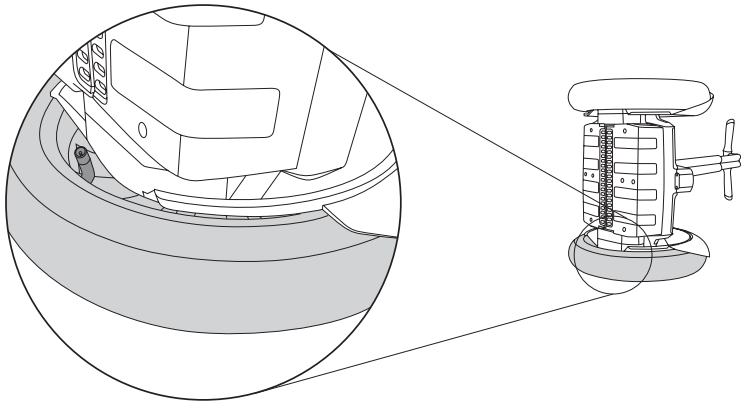

Abbildung 37. Überprüfen des Reifendrucks
2. Kippen Sie den Segway PT auf die Seite. Der zu prüfende Reifen muss dabei auf dem Boden liegen (siehe **Abbildung 37**).